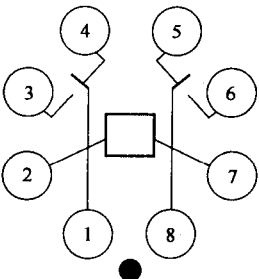

图 1-8 继电器接线图
电源指示灯亮、能进水,说明 FU1、FU2、SB1、SA1、SA2、R、YV 均正常。不煮水,多是煮水发热器或继电器损坏。用万用表测量 EH1,直流电阻正常,再测量 K1 线圈,直流电阻也正常。接通电源,测量 EH1 两引脚无 220V 电压,说明是因 K1 的触点 K1-1 不通引起的。继电器 K1 各引脚实际接线如图 1-8 所示。由图 1-8 可以看出,继电器具有 2 对转换触点①-③和③-⑥,K1-1 原使用转换触点①-③。检修时将两对转换触点对调使用,即将①脚引线焊到⑧脚,③脚引线焊到⑥脚。通电试机,故障排除。
首先检查 SB2、ST2 触点是否接触良好。若正常,再检查按下 SB2 时,能否听到继电器 K2 “嘀嗒”吸合声。若无吸合声,则是 K2 继电器线圈烧断。用万用表 $R \times 1k\Omega$ 档测量 K2 (参见图 1-8)的②-⑦脚,正常的直流电阻值为 5.6kΩ 左右。若为无穷大,说明继电器线圈烧断。用型号为 JQX-10F 的八脚小型交流继电器更换,故障排除。